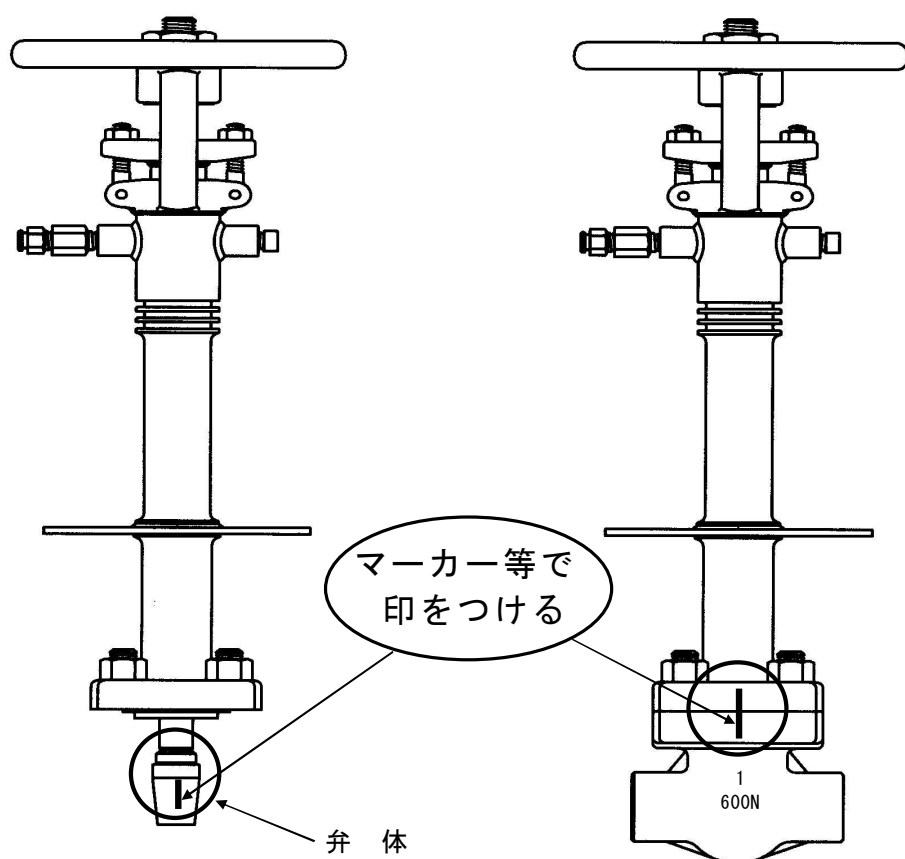

図 7.1 “合マーク”の仕方の例
- ふたボルトナットを緩めるまえに弁箱とふたをまたいでマーカ一等で図 7.1に示すとおり“合マーク”の印をしてください。組立てするとき、“合マーク”に合わせます。
- ① 全閉状態にあるバルブは、ハンドル車を反時計廻りに廻し、バルブを中間開度の状態にしてください。全閉状態にある仕切弁は、弁体とシートリングのシート面が完全に密着していますから、この状態では、以降の分解を難しくしますので、組立てたままの状態シート面が離れる状態までバルブを開くことにより分解しやすくなります。
- ② そのままの状態ふたボルトナットを1本ずつ対角線上に取り外してください。もし、残圧がある場合は、この時点でシューという音と共に漏れがあります。この場合は、シューという音が消えるまで、一時放置して残圧が無くなるのを確認し、作業の安全を確保してから作業してください。
- ③ ふたフランジ部を軽打し、弁箱から弁体、弁棒及びふたを組立てたままの状態取外し、ガスケットだけの交換の場合は、この状態でガスケットを弁箱から取り出し、新品と換えることができます。
- ④ 弁棒より弁体を取り外す場合は、シート面に傷がつかないように注意してください。仕切弁の弁体は、再組立のための図 7.1に示すとおり“合マーク”を印して入方向が判るようにしておくことにより当たりの出ているシート面が合致して漏れを防止します。
- ① 全閉状態にあるバルブは、ハンドル車を反時計廻りに廻し、バルブを中間開度の状態にしてください。
- ② そのままの状態ですたボルトナットを1本づつ対角線上に取り外してください。もし、残圧がある場合は、この時点でシューという音と共に漏れがあります。この場合は、シューという音が消えるまで、一時放置して残圧が無くなるのを確認し、作業の安全を確保してから作業してください。
- ③ ふたフランジ部を軽打し、弁箱から弁体、弁棒及びふたを組立てたままの状態を取外し、ガスケットだけの交換の場合は、この状態でガスケットを弁箱から取り出し、新品と換えることができます。
- ④ 弁棒より弁体を取り外します。
- ⑤ 弁棒の底部をホルダー（万力等）で支えます。
- ⑥ ハンドル押え用ナット、ワッシャーを取り外します。
- ⑦ ハンドル車を取り外します。
- ⑧ グランドボルトナットを両方とも取り外し、グランドフランジを上方に当ててルーズにします。
- ⑨ そのままの状態ですたを反時計廻りに廻しながら上方に引き抜きます。